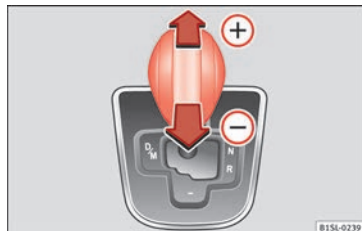

Abb. 149 Wählhebel in Tiptronic-Stellung.
- Wählhebel nach vorn **+** oder zurück schieben **-**, um hoch- oder herunterzuschalten » **Abb. 149**.